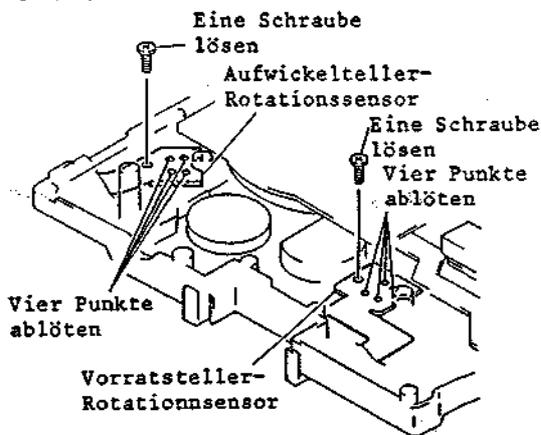

Abb. 2-58 Ausbau des Vorratsteller-Rotationssensors und des Aufwickelteller-Rotationssensors
3-13 Ausbau des Vorratsteller- und Auswickelteller-Rotationssensors (Abb. 2-58)
2. Den Vorratsteller-Rotationssensor an vier (4) Punkten ablöten (siehe Abb. 2-58).
3. Eine (1) Befestigungsschraube des Vorratsteller-Rotationssensors lösen.
4. Den Aufwickelteller-Rotationssensor an vier (4) Punkten ablöten.
5. Eine (1) Befestigungsschraube des Aufwickelteller-Rotationssensors lösen.